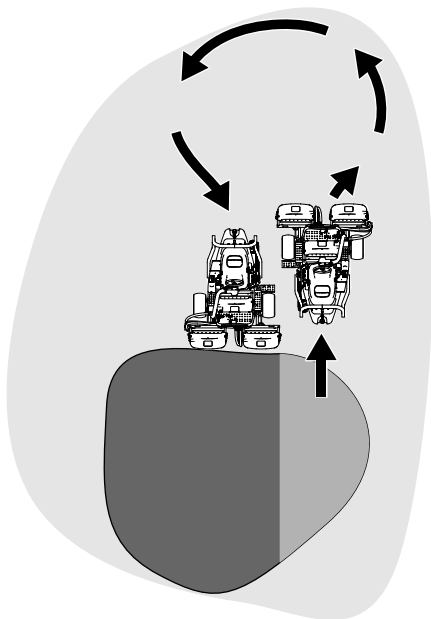

Figura 27
- Para reduzir o tempo de funcionamento e facilitar o alinhamento para o próximo passo, oriente a máquina momentaneamente para a direção contrária, virando depois a máquina na direção da zona por cortar. Este movimento é uma volta em forma de gota (Figura 27) que alinha rapidamente a máquina para a próxima passagem.